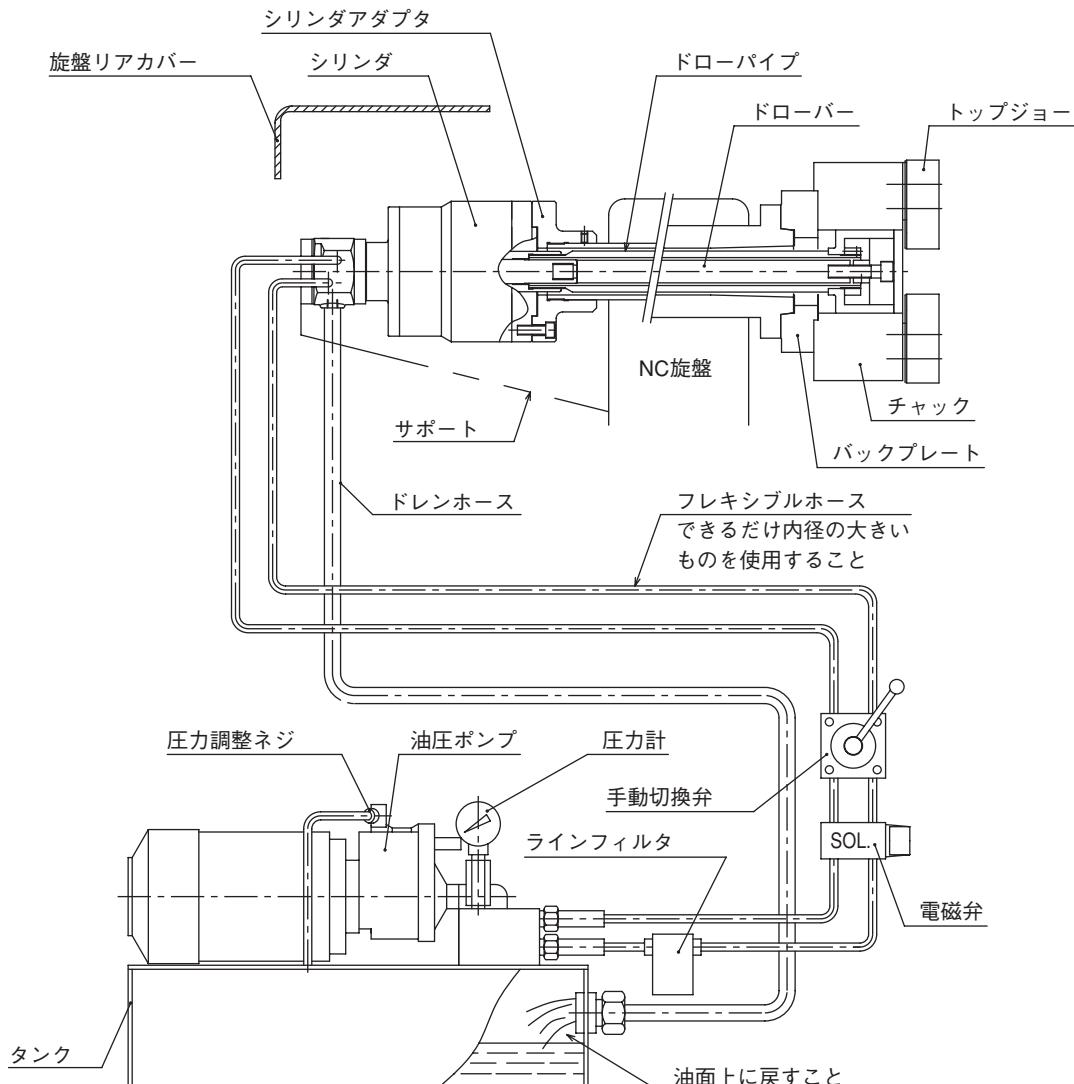

図 8
- ドレンは必ず油圧ユニットの油面上に戻すこと。（図8参照）
- ドレンホースは、油圧ユニットの油面上に戻してください（図8）。弁ブロック等のTポートに接続すると背圧がかかりシリンダのオイルシールが破損します。